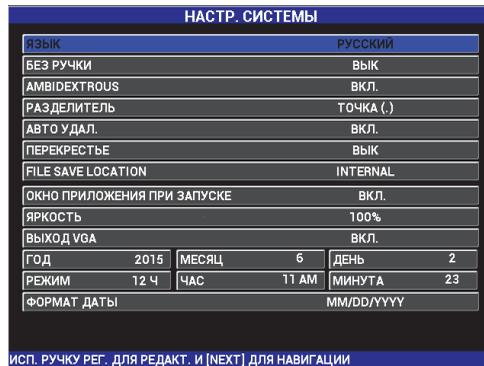

Рис. 4-8 Экран СИСТЕМНЫЕ НАСТРОЙКИ
1. Дважды нажмите клавишу меню ADV SETUP (), а затем клавишу В для доступа к экрану СИСТЕМ.НАСТР. (см. Рис. 4-8 на стр. 90).